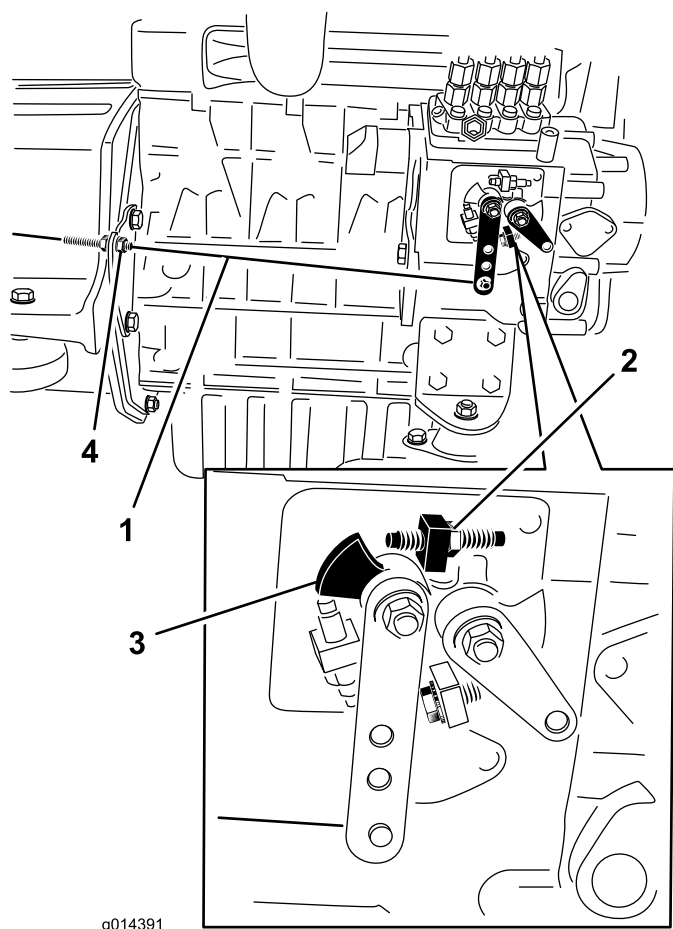

Figure 46
2. Vérifiez la position du levier de commande de régime sur la pompe d'injection du moteur. Le levier de commande de régime doit toucher la vis de haut régime lorsque la commande d'accélérateur est en position haut régime (verrouillage) (Figure 46).
3. La position des écrous de blocage du câble de commande d'accélérateur peut être ajustée au besoin jusqu'à ce que le levier de commande de régime touche la vis de haut régime lorsque le levier est en position haut régime (verrouillage) (Figure 46).